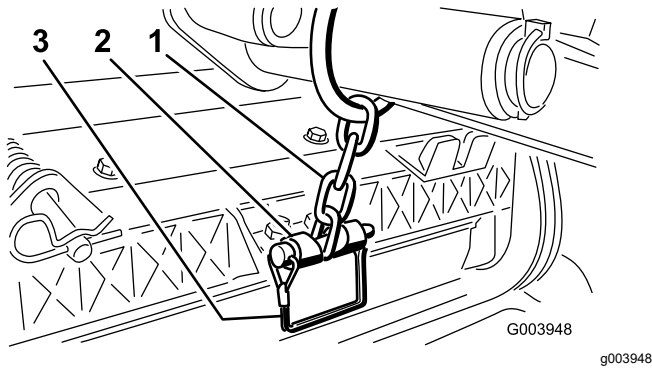

Bild 19
13. Befestigen Sie die Hubarmkette mit dem Einraststift an der Kettenhalterung (Bild 19). Verwenden Sie die Anzahl der Kettenglieder, die in der *Bedienungsanleitung* der Schneideinheit beschrieben ist.